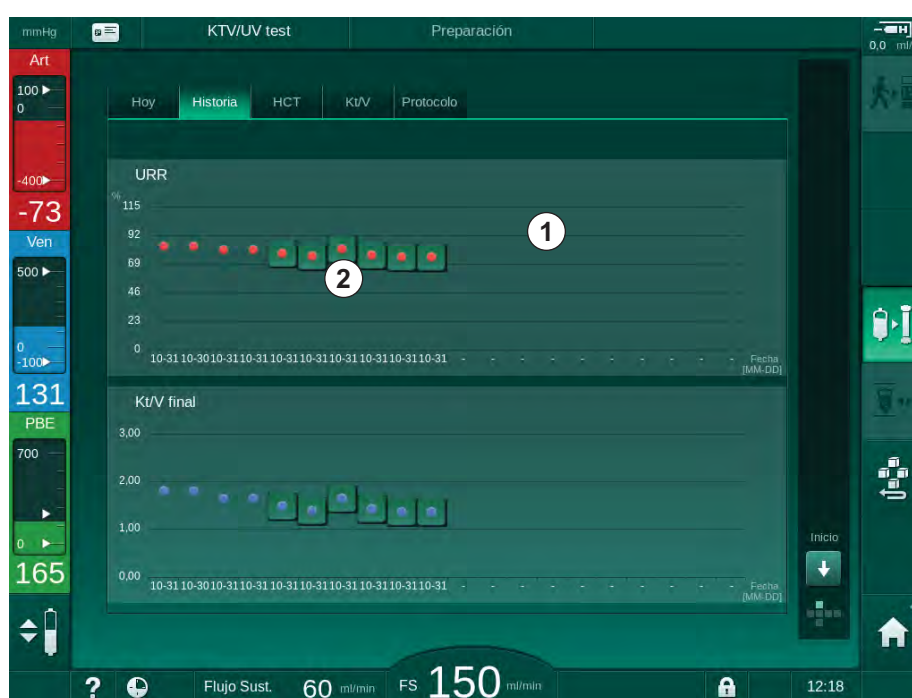

Fig. 11-11 Historial de parámetros en la pantalla *Información*
Para las 6 última terapias finalizadas existe información más detallada. Después de pulsar el parámetro correspondiente (Fig. 11-11 , ②) para una fecha determinada, se muestra la evolución gráfica de este parámetro para el tratamiento en particular (Fig. 11-12). La resolución es 5 minutos. La visualización gráfica se cierra pulsando *Atrás* ① .